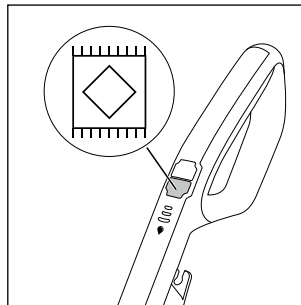

Fig. 17
- ♦ Para ligar o aparelho, prima o interruptor Alcatifa  **13** (ver fig. 17). O LED do interruptor Alcatifa  **13** acende-se com a cor azul.
- ◆ Para desligar o aparelho, prima novamente o interruptor Alcatifa  **13** (ver fig. 17).